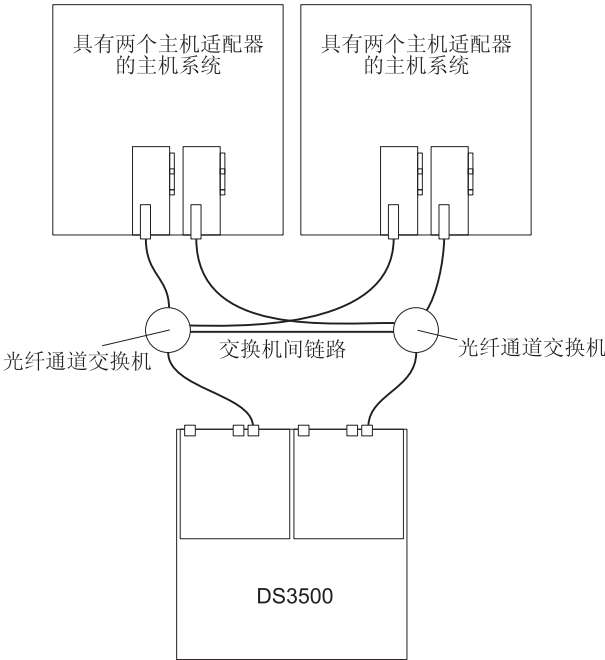

图 61. 单光纤通道 SAN 光纤网配置的示例
- 单 SAN 光纤网配置，如图 61 中所示
在图 61 中，光纤通道交换机通过交换机间链路（ISL）连接在一起，以形成一个单 SAN 光纤网。